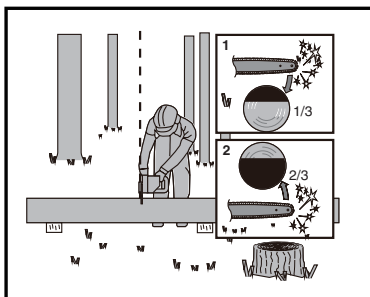

Figura 5
Cuando el tronco esté apoyado en ambos extremos, como se ilustra en la figura 5, corte 1/3 del diámetro desde la parte superior (sobrecorte) (1). A continuación, realice el corte final subiendo (2) los 2/3 inferiores para que coincidan con el primer corte.